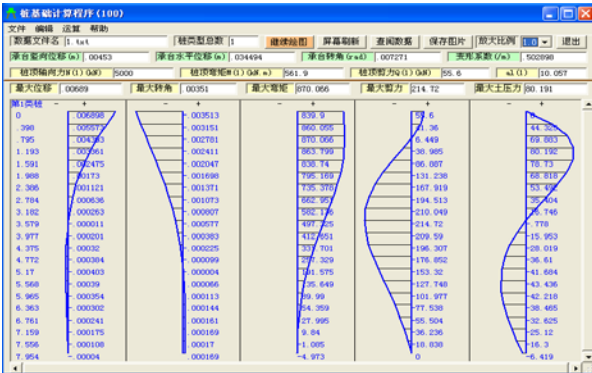

图 11
2. 可获取**承台位移**；桩顶**轴向力**、**弯矩**、**剪力**；地面或局部冲刷线以下桩的**位移**、**转角**、**弯矩**、**剪力**、**土壤侧压力**分布图并可查阅具体数据，见图 11。